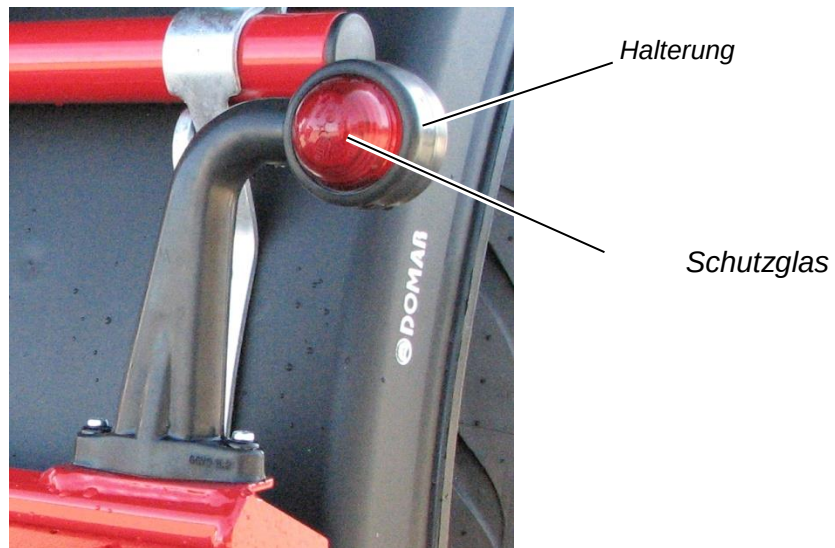

Abbildung 57: Positionsleuchte
- ⇒ Drücken Sie das Schutzglas aus der Halterung heraus (siehe Abbildung 57).